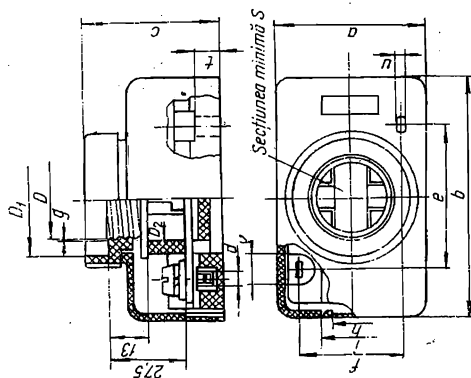
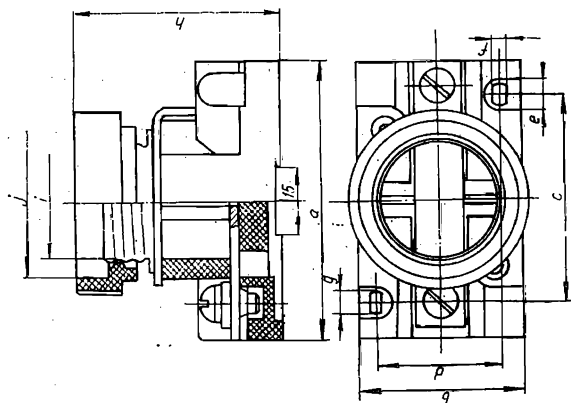
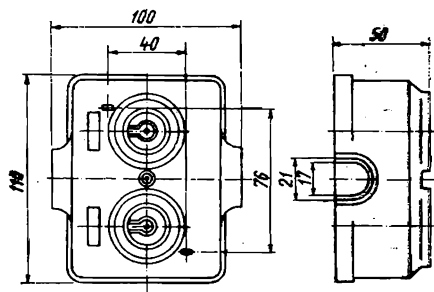

Fig. 5.14. Soclu pentru siguranțe LF
Fig. 5.15. Soclu pentru siguranțe LFi
Fig. 5.17. Soclu bipolar pentru siguranțe LF 25 A cod 2090.
*Socluri pentru siguranțe LF și LFi*. Se utilizează în instalațiile electrice la care legăturile se execută în fața panoului pe care se montează soclul. Se execută în două variante: cu capac de protecție (tip LF-fig. 5.14) și fără capac de protecție — fig. 5.15 și 5.16 (tip LFi). Tipul LF se execută și în varianta bipolară (fig. 5.17). Pentru instalațiile supuse la vibrații se execută socluri cu asigurare împotriva deșurubării capacului. Caracteristicile tehnice ale acestor tipuri de socluri sînt date în tabelul 5.8.